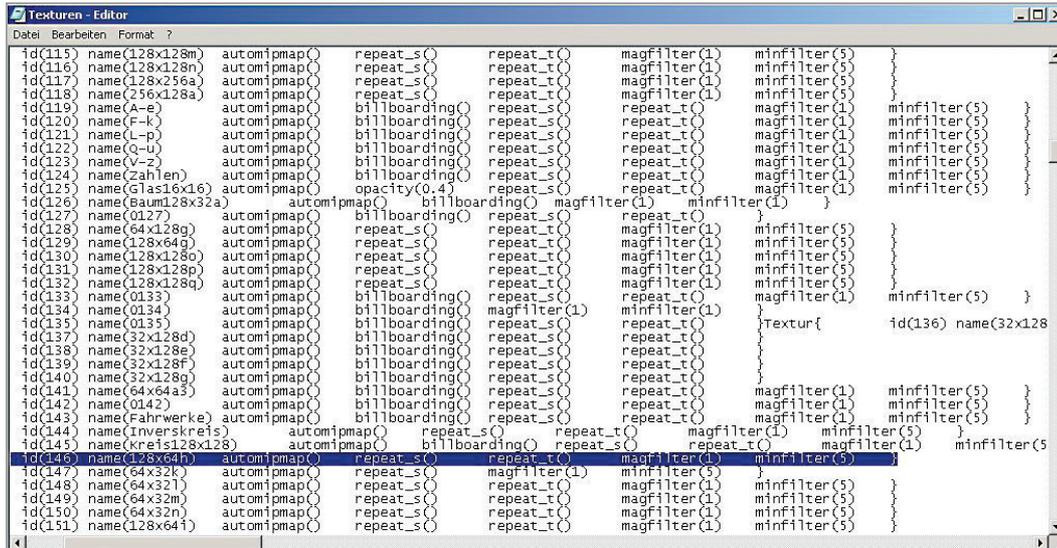

Abb. 18b:
- ☞ Schalten Sie dann die Ansicht *Details* ein und gehen Sie die Liste durch, bis Sie die Scriptdatei *Textures* finden, die Sie per Doppelklick öffnen. (Abb. 18b)